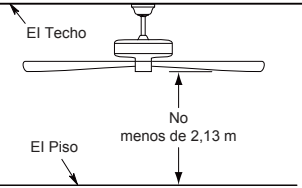

Figura 2
Uso de perfil profundo (Figura 2)
2. Retire el clip de horquilla y pasador de horquilla de la parte inferior de la bola para colgar. Retener el pasador y clip para la reinstalación en el paso 4. (Figura 2)
Debe colgar el ventilador a una distancia mínima de 2,13 m desde las aspas hasta el piso. (Figura 2)
Para evitar una posible descarga eléctrica, asegúrese de cortar la alimentación eléctrica de la caja de fusibles principal antes de alambrado el ventilador. (Figura 2)
2. Coloque y ajuste firmemente la cubierta para el tornillo de la base sobre los tornillos de reborde de la abrazadera para colgar mediante el mecanismo de seguro por giro del chavetero. (Figura 2)
2. Coloque la aspa-lado B junto al aspa-lado A y alineando los orificios de la aspa con los orificios de la parte interior de la motor giratorio. Asegúrese de que la aspa-lado B esté completamente asentada en el motor giratorio e instale los 1/4"-20 tornillos con arandelas de seguridad y placa de pala, pero no los apriete por completo por el momento. (Figura 2)
2. Instale la ensamble del kit de iluminación en el soporte utilizando las dos ranuras principales de conexión. Vuelva a colocar el tercer tornillo y asegure los tres tornillos. (Figura 2)
2. Restaure la fuente de alimentación de la toma de corriente enciendo la electricidad del fusible principal. (Figura 2)